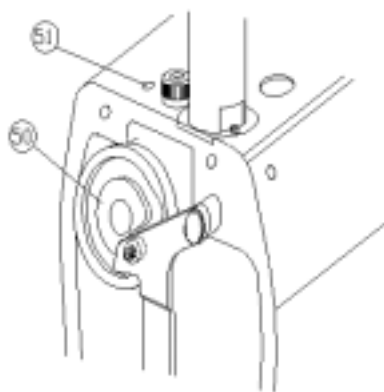

Fig. 20
Guardando el barra de aguja en el puesto descrito de arriba, apunte la leva de control (50) a su propio eje en dirección a la rotación de la máquina hasta que la propina del gancho es 1 mm más alto que la punta de la aguja. Los tornillos sujetar con abrazadera son accesibles del agujero (51) en la parte superior del brazo. Fig. 20. Antes de ajustar la leva que controla el movimiento del gancho completamente, bit en el contacto con el rodillo y entonces/luego cambia de lugar la parte inferior del pista de leva.